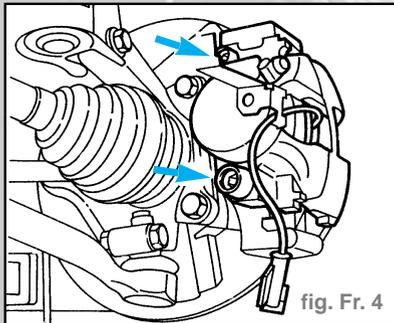

fig. Fr. 4
- Dévisser les vis de fixation de l'étrier (après avoir enlevé les joints de protection) à l'étrier correspondant de soutien (fig. Fr. 4).